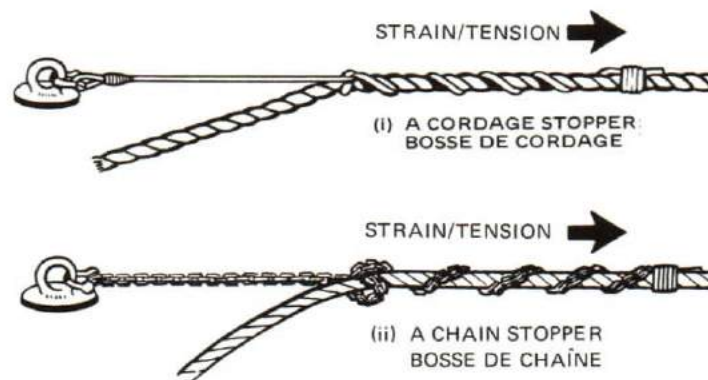

Figure 10-38
1. The strain on a large wire or hawser being too great to be held by hand, it is necessary to “pass a stopper” to take the weight while the rope is being belayed. This is done by leading the hawser to the capstan, through a fairlead nearest the bollards to be used, and heaving it taut. To prevent the hawser taking charge after being removed from the capstan a stopper is used. See Figure 10-38. The stopper is a short length of cordage secured to a deck clench or ring bolt near the lead of the hawser.
1. La tension sur un gros câble ou une aussière est beaucoup trop forte pour qu'on puisse la soutenir à la main; il faut donc bosser la manoeuvre pour l'empêcher de courir et permettre de la tourner. On y parvient en amenant l'aussière au cabestan, passant par le chaumard le plus rapproché des bittes à utiliser, puis en souquant l'aussière. Pour empêcher l'aussière de prendre du mou, une fois qu'on l'aura retirée du cabestan, on se sert d'une bosse (voir la figure 10-38). La bosse consiste en un petit bout de cordage qu'on attache à un piton de pont ou à une boucle près du retour de l'aussière.